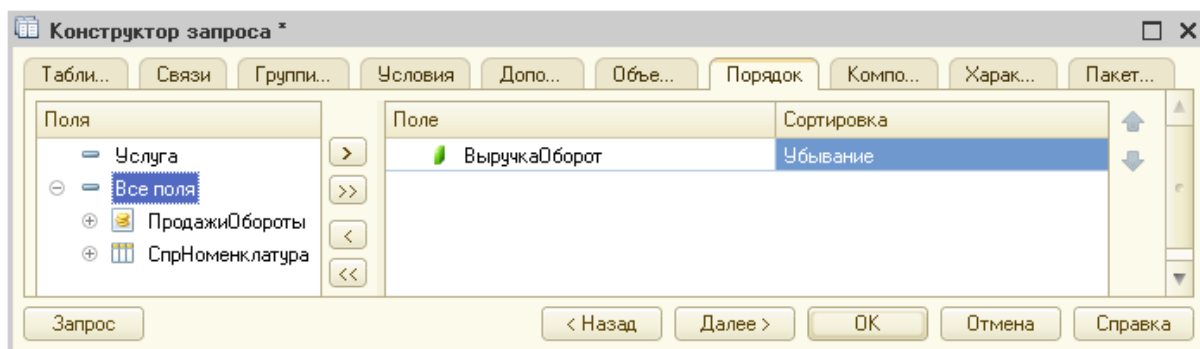

Рис. 43. Конструктор запроса. Закладка «Порядок»
9. Закладка Порядок. Указать, что результат запроса должен быть отсортирован по убыванию значения поля Выручка (рис. 43).